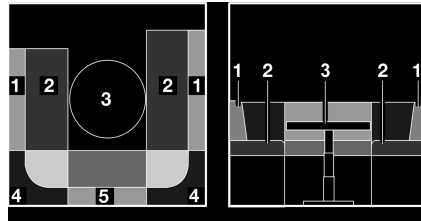

Fig. 71 Avant la transformation
- Convertir la table (Fig. 71,3) en sommier de lit (voir paragraphe 7.7).